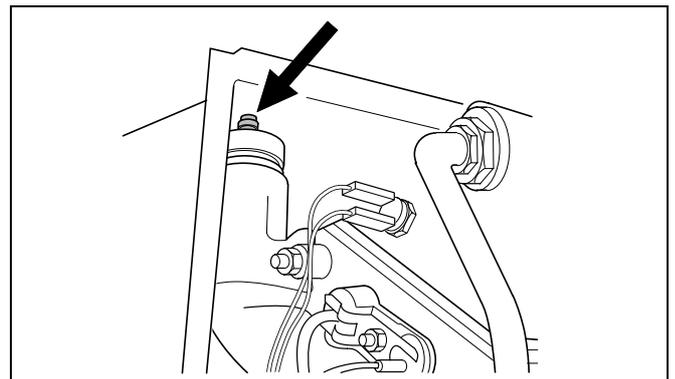

Fig. 18 Disaerazione automatica
- Allentare di un giro la calotta di protezione del disaeratore automatico (fig. 18). Se lo sfianto dovesse provocare la caduta della pressione al di sotto della soglia minima, sarà necessario rabboccare l'acqua.